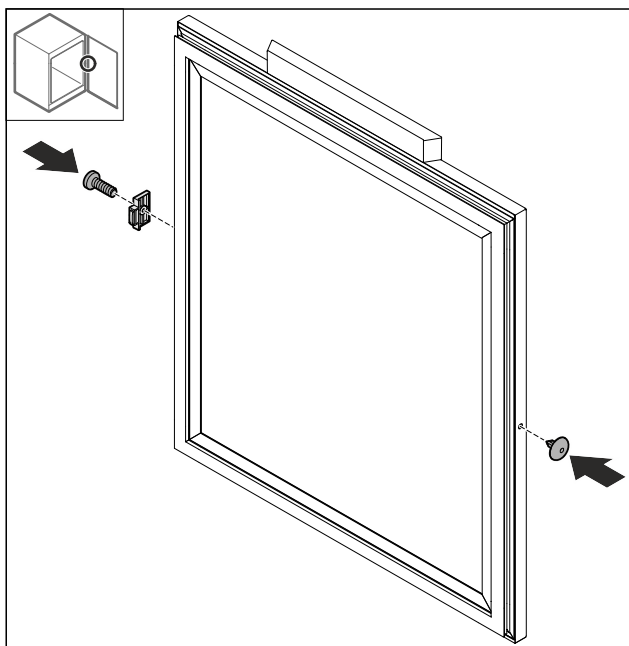

Fig. 49
- Vrid dörrstoppet Fig. 49 (1) 180° och montera det på den andra sidan.
- Sätt in skyddet Fig. 49 (2) på den andra sidan.